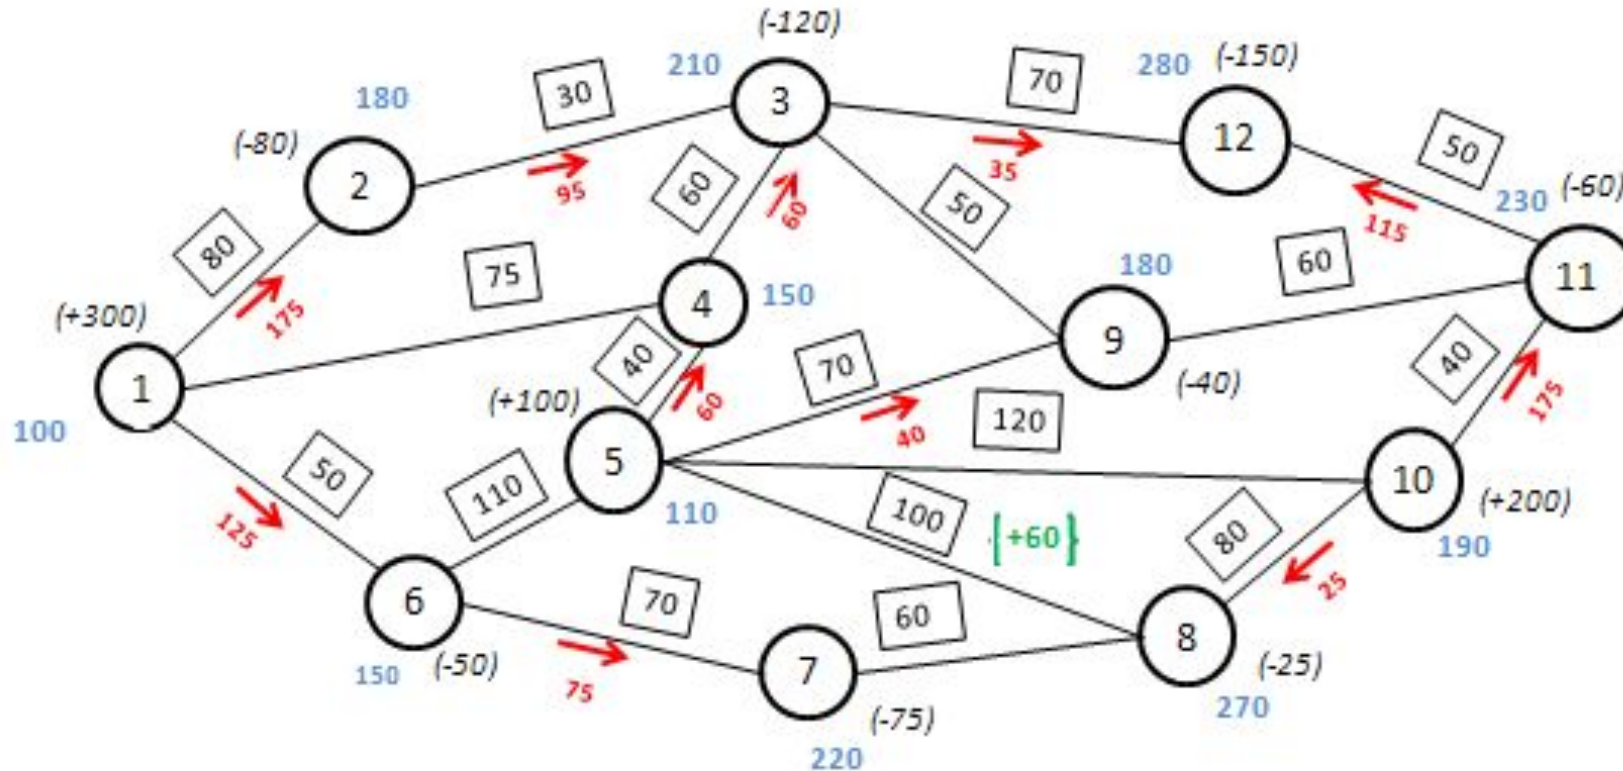

Рис. 4. Улучшенный план перевозок с проверкой условий оптимальности
**ШАГ 3.** Выбираем дугу 6.7 с наибольшим нарушением. Величина его положительна, следовательно, необходимо направить грузопоток в направлении от меньшего потенциала к большему. Находим замкнутый контур, состоящий из дуг с потоком и выбранной дуги с нарушением. Это можно сделать единственным образом. В нашей задаче он состоит из дуг 6.7, 7.8, 8.10, 10.11, 11.12, 12.3, 3.2, 2.1, 1.6. Продвигаясь по контуру в направлении от меньшего потенциала дуги с нарушением к большему, в нашем случае против часовой стрелки, находим дугу 7.8 с минимальным встречным грузопотоком — 75 единиц. Прибавляем их ко всем попутным потокам и вычитаем из всех встречных. Улучшенный план показан на рис. 4.